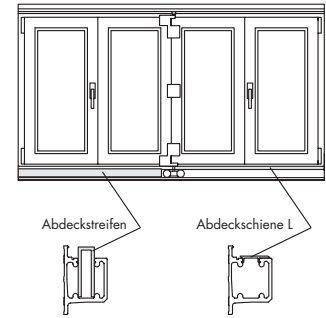

Bild 4 Abdeckstreifen und Abdeckschiene L einsetzen
- D** Alle Abdeckkappen aufklipsen. Abdeckschienen F (20) ablängen und aufklipsen.
- E** Abdeckschiene L (22) ablängen (Länge = Laufwagen bis Rahmenaußenkante). Abdeckschiene L (22) auf Laufschiene aufklipsen, siehe Bild 4.
- F** Zum Schutz vor Verschmutzung während der Bauzeit, z. B. beim Einputzen des Elementes, Abdeckstreifen (23) zwischen die einzelnen Faltelemente einsetzen, siehe Bild 4.